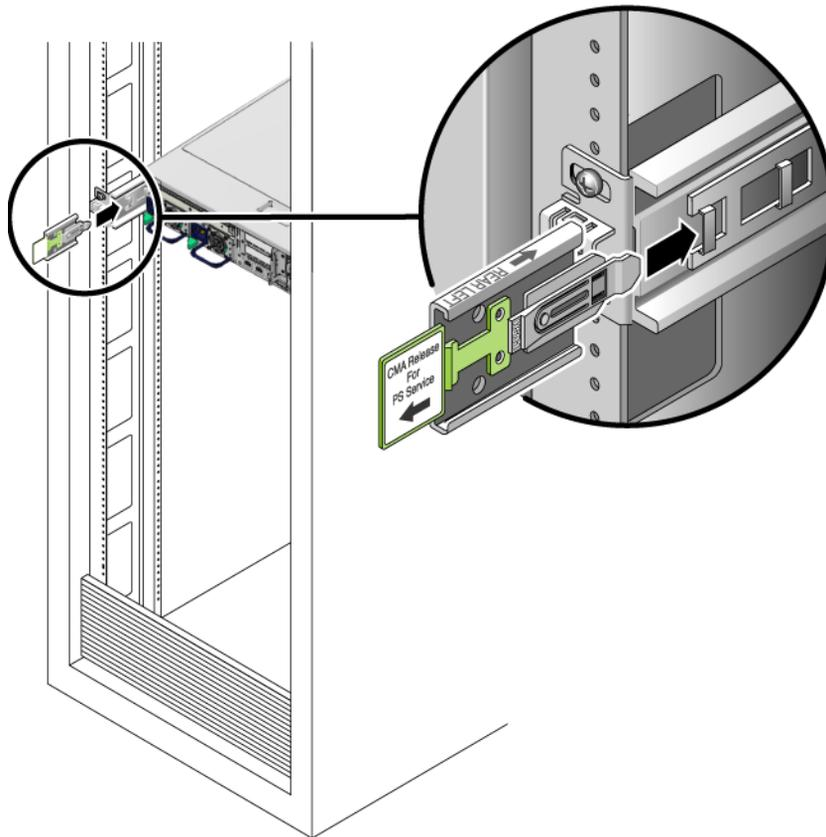

FIGURA 2-8 Inserimento dell'estensione del binario per il braccio per la gestione dei cavi all'estremità della guida di sinistra
1. Nella parte posteriore del rack, inserire l'estensione del binario per il braccio per la gestione dei cavi nell'estremità sinistra del gruppo di scorrimento (FIGURA 2-8). La linguetta nella parte anteriore dell'estensione del binario scatterà in posizione.